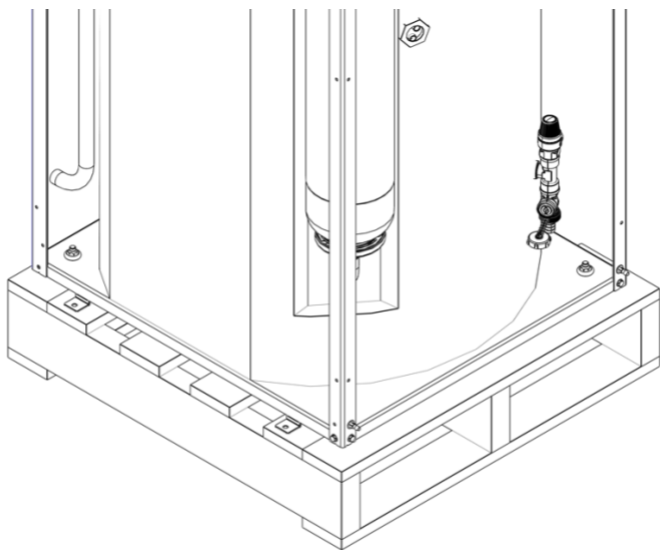

Fig. 1-3
- Togliere le viti della base di legno (cfr. Fig. 1-3).